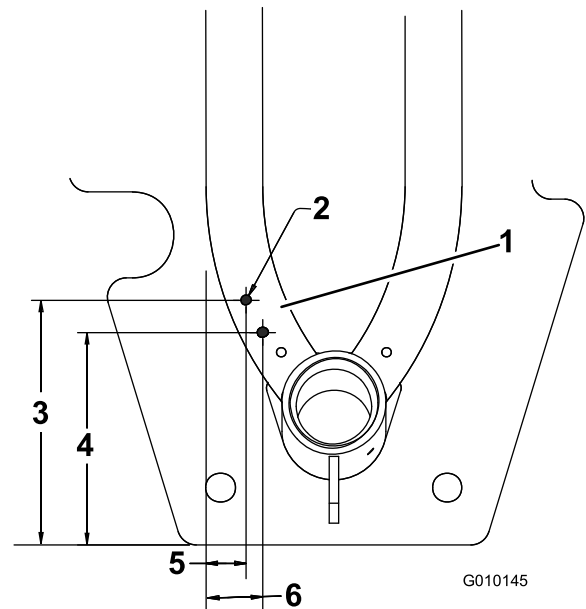

Figura 7
9. Usando el soporte del pasamuros como plantilla y las dimensiones indicadas en la Figura 7, localice, marque y perfore 2 taladros (0,281") en el tubo del bastidor. Las dimensiones indicadas en la Figura 7 sirven de referencia para ubicar el soporte.
Nota: Figura 7 está ilustrado visto desde debajo de la máquina.